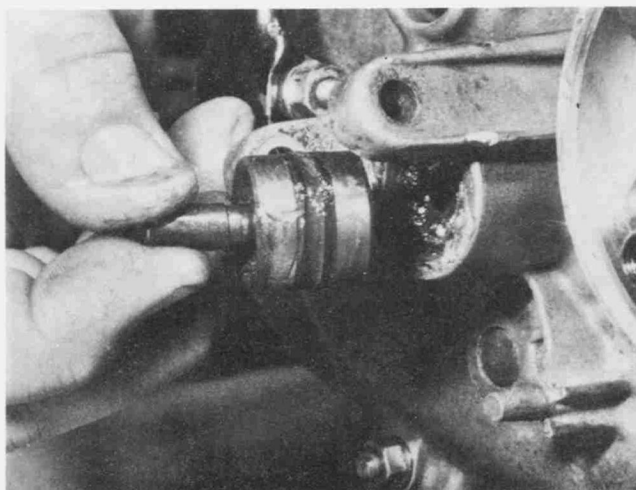

Bild 159
- Die Kupplungs-Druckstange muss mit der Filzwicklung von der Schwungradseite her eingeführt werden. Heisses Fett in die Filzwicklung einreiben. Es ist darauf zu achten, dass die Lippen der Dämpferscheiben-Dichtung sich nicht verziehen. Den Kupplungs-Ausrückhebel erst wieder anbauen, wenn das Getriebe im Rahmen montiert ist (Bild 159).